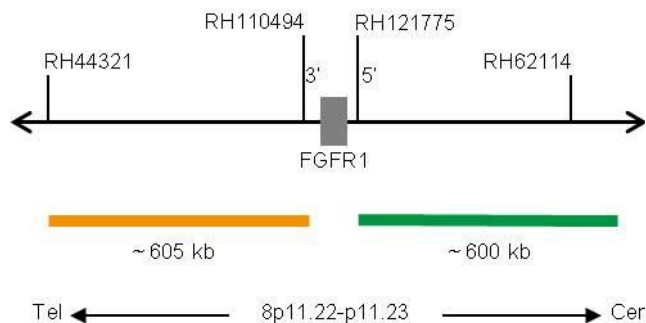

Abb. 1: SPEC FGFR1 Sondenlokalisierung (nicht maßstabsgetreu)
- ZyGreen (Anregung 503 nm/Emission 528 nm) markierten Polynukleotiden (~10,0 ng/μl), die gegen Sequenzen in 8p11.22* (chr8:38,352,117-38,951,783) gerichtet sind, welche proximal zur FGFR1-Bruchpunktregion lokalisiert sind (siehe Abb. 1).
- ZyOrange (Anregung 547 nm/Emission 572 nm) markierten Polynukleotiden (~4,5 ng/μl), die gegen Sequenzen in 8p11.23* (chr8:37,635,912-38,239,669) gerichtet sind, welche distal zur FGFR1-Bruchpunktregion lokalisiert sind (siehe Abb. 1).